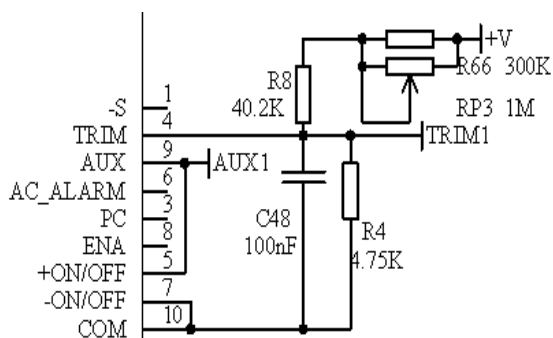

图15 输出电压上下调电路
- (2) 通过更改图15中RP3电位器进行对输出电压进行上下调。RP3的阻值减小，输出电压增大，RP3的阻值增大，输出电压减小，可调电压输出范围为47V-56V（可见图16）。
- (3) 当运用中需要多个电源恒流充电功能并联使用，可单个恒流充电电路连接后，将各个单机的输出的正接连在一起、输出负连在一起即可。